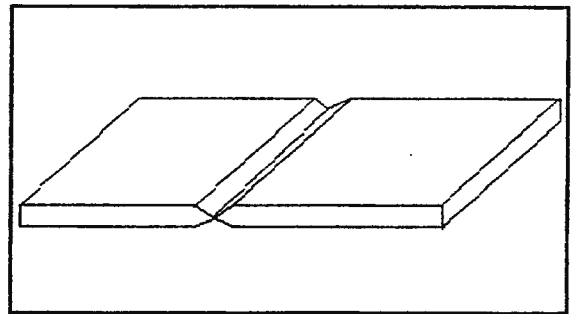

Fig. 3.19 Unión a tope con V doble
- 3) Para metales más gruesos que 1.93 cm (3/4 pulg.), lo mejor es la preparación en doble V. (fig. 3.19)